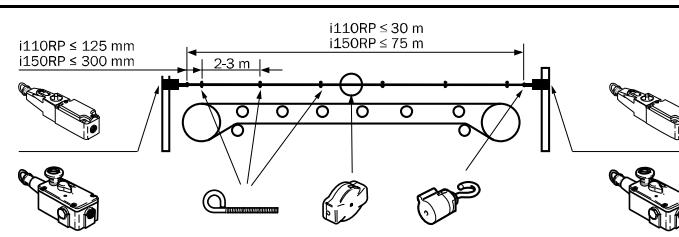

Fig. 2: esempio di come far scorrere la fune e disporre i pezzi singoli.
2.2 Come far scorrere la fune e disporre i pezzi singoli (Fig. 2)